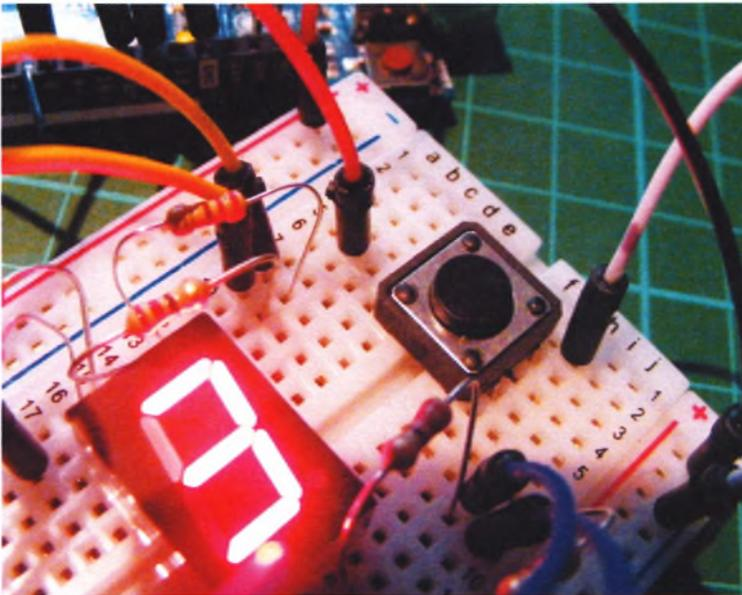

РИСУНОК 16.4
5. Установите кнопку на макетную плату, перекрыв канавку макетной платы, как показано на рис. 16.4. Подключите ножку с одной стороны кнопки к контакту 2 платы Arduino, а с другой — к контакту GND.